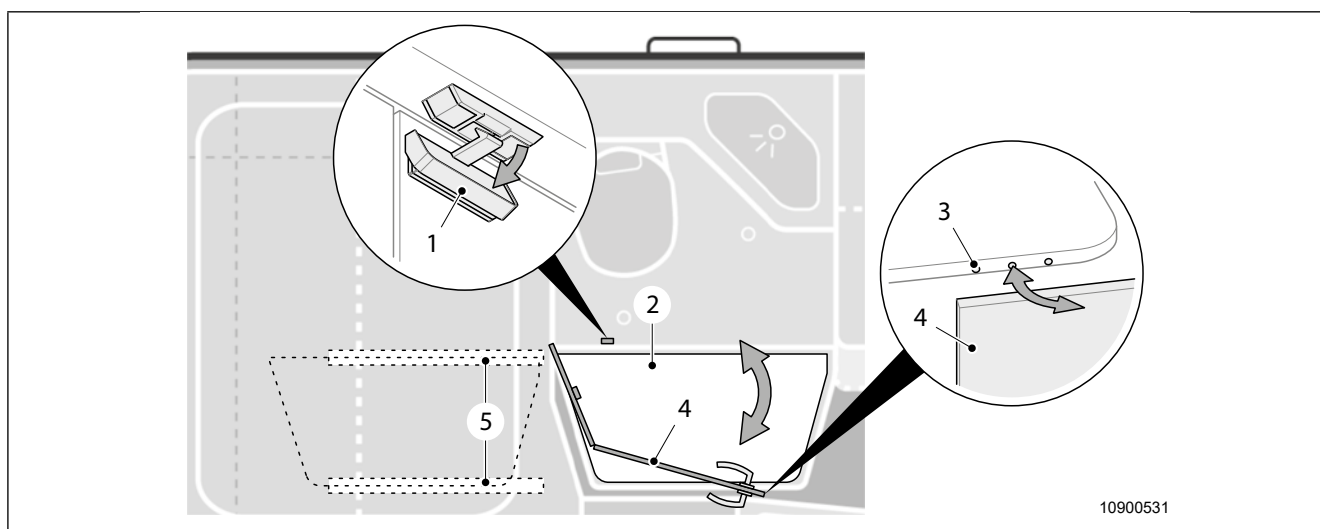

Fig. 28 Baño Vario
1. Abrir el dispositivo de bloqueo (Fig. 28, pos. 1).
2. Abrir la puerta (Fig. 28, pos. 4) y fijarla en el sujetador magnético (Fig. 28, pos. 3).
1. Cerrar la puerta (Fig. 28, pos. 4) y bloquearla (Fig. 28, pos. 1).
1. Quitar la placa base (Fig. 28, pos. 2) e introducirla en el soporte debajo de la cama trasera (Fig. 28, pos. 5).
3. Sacar la placa base (Fig. 28, pos. 2) del soporte (Fig. 28, pos. 5) y colocarla en el plato de ducha.